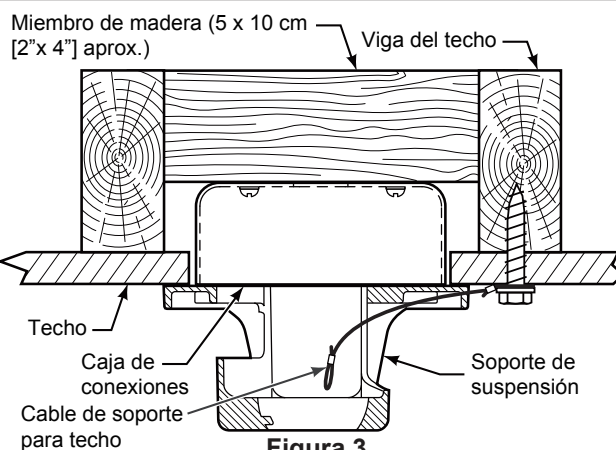

Figura 3
### Uso del soporte (Figura 3)
- ☐ 3. Afloje los dos tornillos de fijación del soporte del barral. Alinee los orificios del pasador en el barral con los orificios del soporte del mismo. Coloque el pasador y asegúrelo con el pasador de horquilla. (Figura 3) Asegúrese de empujar la pata recta del pasador de horquilla a través del orificio cerca de la punta del pasador hasta que la parte curva del pasador de horquilla se cierre con un clic alrededor del pasador. El pasador de horquilla debe estar instalado correctamente para evitar que el pasador se afloje. Tire del barral para asegurarse de que el pasador está instalado correctamente.
- ☐ 4. Pase los cables a través de la cubierta de unión del motor y el capuchón del ventilador como se muestra, con el lado abierto apuntando hacia arriba. (Figura 3)
- ☐ 1. Perfore un orificio de 1/4" en la estructura del edificio para evitar grietas con la instalación del tornillo de intervalo. Utilice el tornillo de intervalo de 3/8"x 2" y la arandela plana para fijar el cable de seguridad a la viga del techo o a la estructura de madera. Dicho tornillo pasará a través de arandela plana, la presilla del cable de seguridad y se fijará en la estructura del edificio. (Figura 3)
**NOTA:** el cable de soporte para techo no se puede asegurar solamente a la caja de conexiones; se debe asegurar directamente a la viga de techo o miembro estructural con el tornillo de cabeza cuadrada de 3/8"x2" y la arandela plana. (Figura 3)